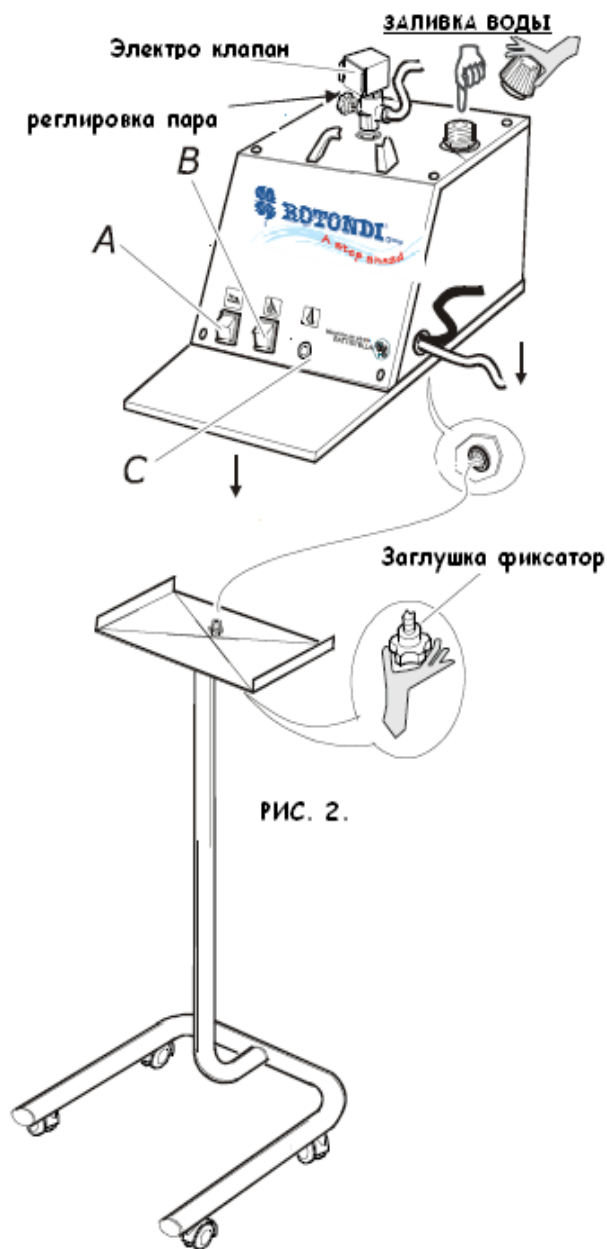
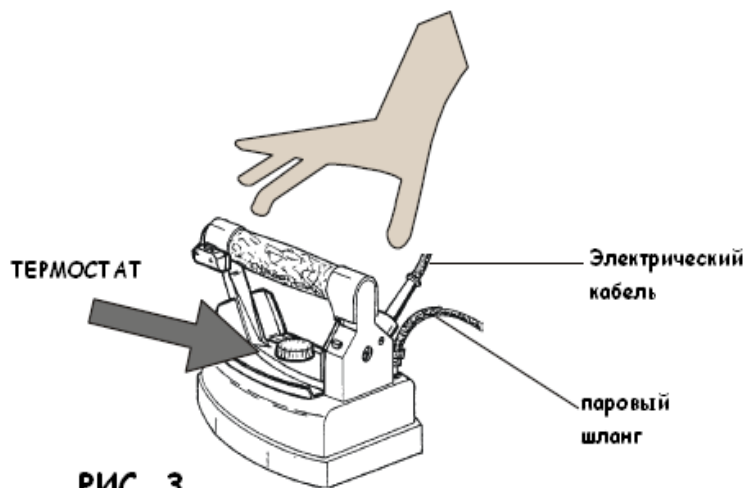

РИС. 2.
РИС. 3
1. Открутите Аварийный клапан (рис.1) и заполните котёл водой (рис.2) на 2/3 объёма бойлера. Далее обратно заверните аварийный клапан, но не слишком туго, поскольку прокладка может повредиться.
3. Включите бойлер (рис.2 В) и утюг (рис.2А), установите термостат утюга (рис.3) в положение «Cotton» (Хлопок).
4. Подождите до тех пор, пока лампа работы котла не выключится (рис.2 С)
вентиля электроклапана(рис.2).
В процессе глажки лампа котла периодически включается и выключается (рис. 2С).
4. Для сухой глажки (см. рис. 3) утюг можно отрегулировать в различные положения при помощи термостата. Для глажки с паром устанавливайте термостат в положение “cotton” или “linen”.
5. Если вы работаете на доске без функции «вакуумного отсоса», иногда могут образовываться круглые пятна конденсата. Что бы обойти эту проблему, положите войлок под рабочее место и отрегулируйте колесико электроклапана на минимум.(рис.2)
Отвинтите клапан с осторожностью, и подождите несколько минут. Затем заполните котёл водой на 2/3 объёма (рис.2). Закрутите аварийный клапан и ждите, пока лампочка бойлера не потухнет. (Рис.2 С) Теперь устройство снова готово к работе. Внимание! Парогенератор всегда должен быть в горизонтальной плоскости.